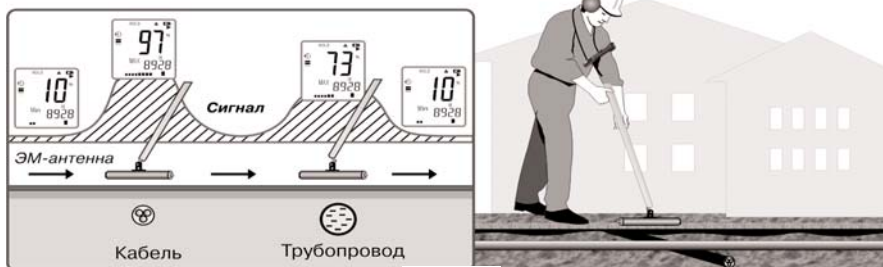

Рис.6
Подключить к разъемам приемника АП-015 электромагнитный датчик поз. 3 рис.6 и голубые телефоны поз. 2 рис.6 (если необходимо). Включить прибор нажатием кнопки "Ⓜ" поз.1 рис.2. При этом приемник автоматически входит в режим трассопоиска ТР и, соответственно, отобразить на индикаторе "Ⓜ" поз. 8 рис.3. Надпись "HOLD" в верхней части индикатора свидетельствует о том, что измерения не производятся и отображаются установки из предыдущего сеанса.
1) Подключить к разъемам приемника АП-015 электромагнитный датчик поз.3 рис.6 и головные телефоны поз. 2 рис.6 (если необходимо). Включить прибор нажатием кнопки "  " поз.1 рис.2. Провести настройки приемника (см.п. 5.2).
1) Подключить к разъемам приемника АП-015 электромагнитный датчик поз. 3 рис.6 и головные телефоны поз. 2 рис.6 (если необходимо). Включить прибор нажатием кнопки "  " поз.1 рис.2. Провести настройки приемника (см.п. 5.2).